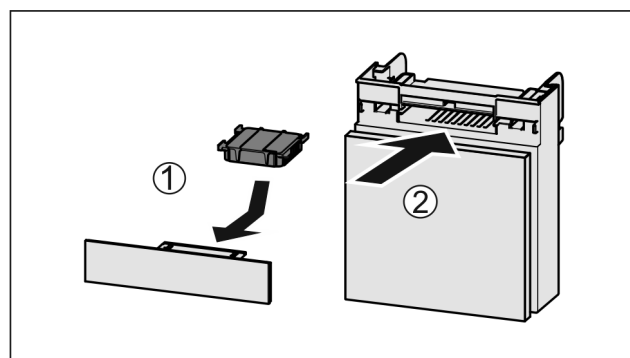

Fig. 92
- ▶ Wkładać Fig. 92 (1) filtr z węglem aktywowanym zgodnie z ilustracją.
- ▶ Wsunąć komorę Fig. 92 (2).